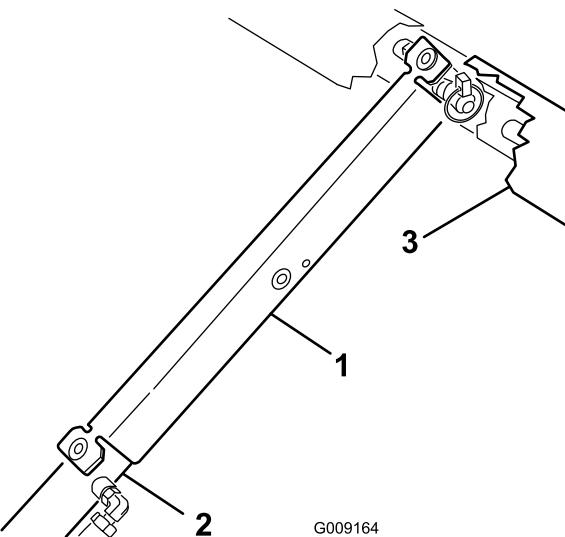

Figura 14
3. Spingete il supporto del pianale sull'asta del cilindro, assicurandovi che le lingue all'estremità del supporto poggiino sull'estremità della canna del cilindro e sull'estremità dell'asta del cilindro (Figura 14).